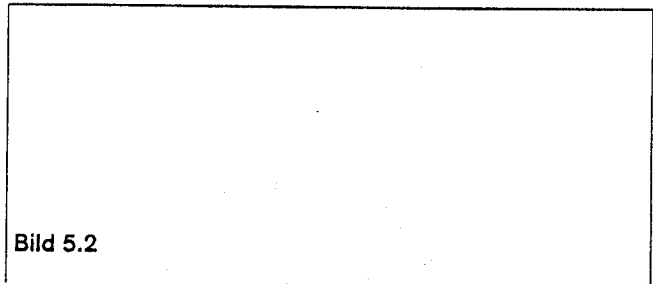

Bild 5.2
- Prüfaufbau (Bild 5.2) herstellen